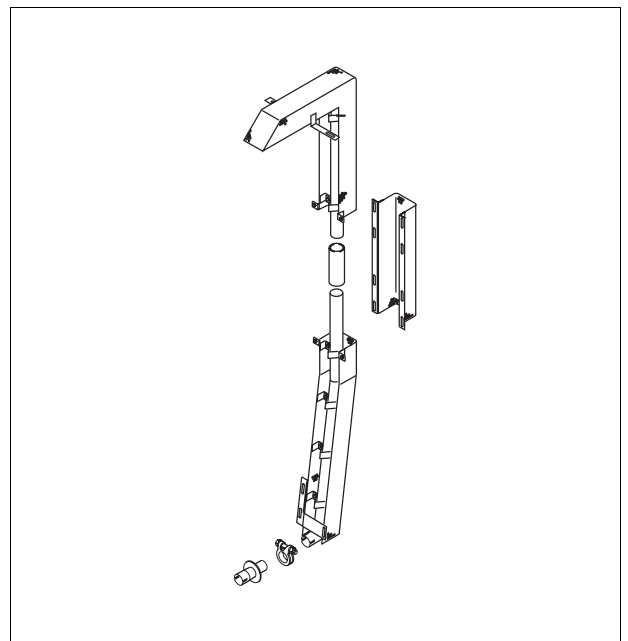

Bild 34
2.2.1.6 Abgaskamin (Bild 34)
Nach Beseitigung der Störursache erfolgt die Störentriegelung durch Ausschalten und erneutes Einschalten des Heizgerätes. Im Überhitzungsfall muß der Knopf des Temperaturbegrenzers (auf Gummimembrane drücken - Bild 34) zurückgestellt werden.